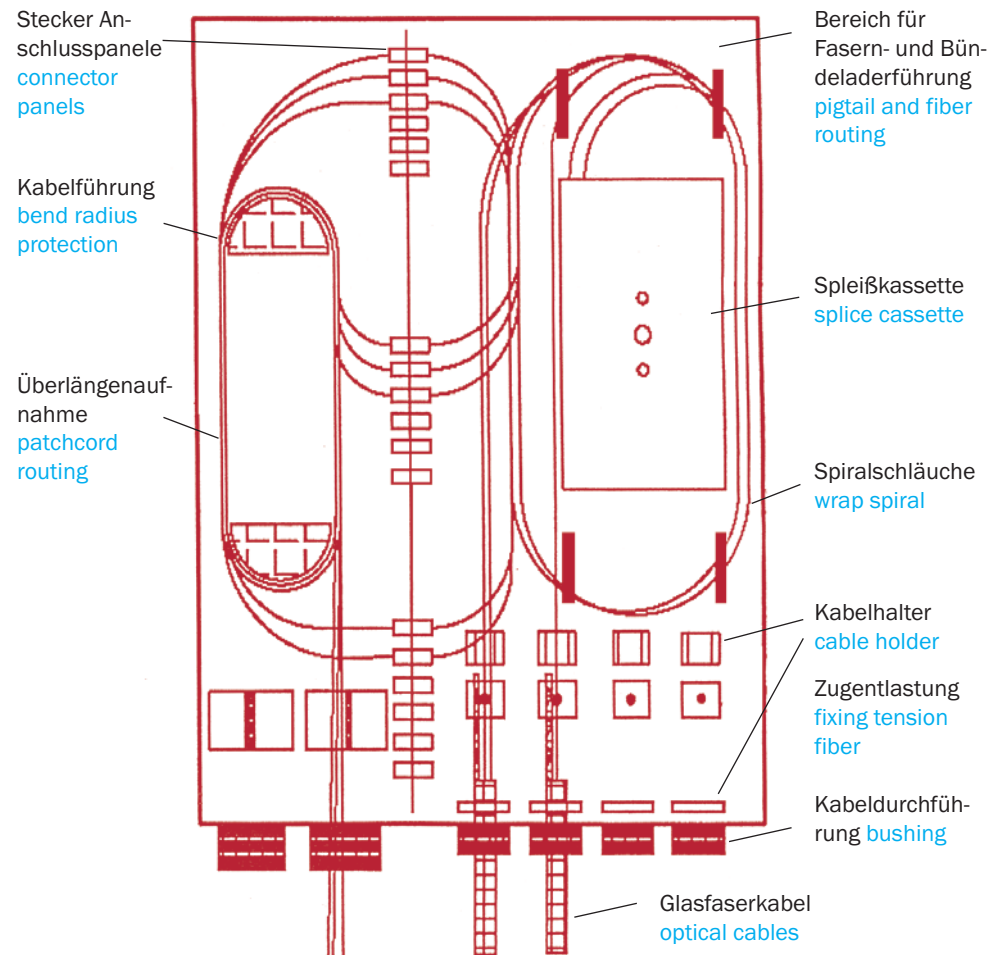

Abb. 2
5. Observe the prescribed length reserves and make sure the minimum bending radius of the optical fibres is observed (see figure 2).
6. Put the wrapping spiral around the fibres over the due length (see figure 2).
5. Beachten Sie die vorgeschriebene Längenreserve und die Einhaltung der Biegeradien für die Glasfasern (siehe Abb. 2).
6. Installieren Sie die Wickelspirale über die geforderte Länge über die Glasfasern (siehe Abb. 2).